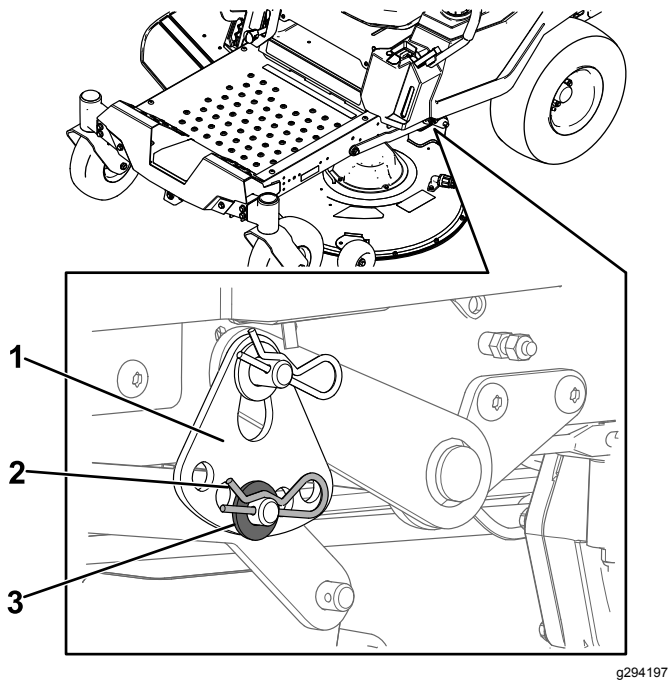

図 66
6. 下側昇降アームピンについているヘアピンコッターとワッシャを外す 図 66。